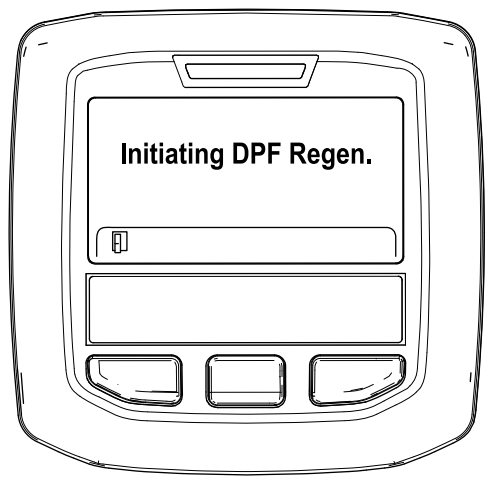

Figure 47
- A. Le message « Initiating DPF Regen. » (lancement régén. FAP) s'affiche (Figure 47).